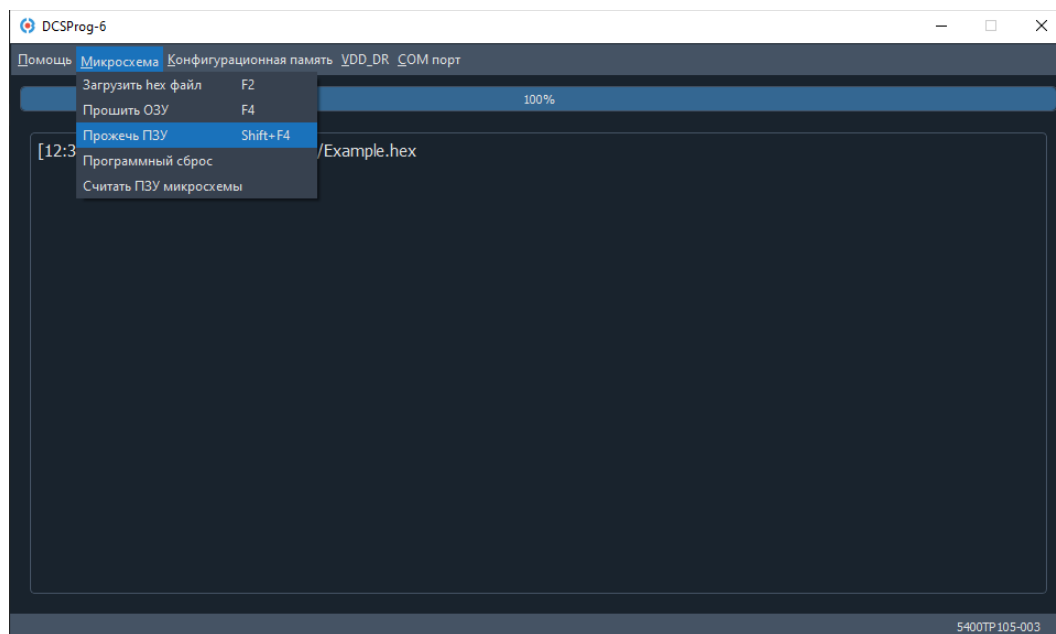

Рисунок 48. Программирование микросхемы в режим «HARD»
2. Выполнить «Микросхема» → «Прожечь ПЗУ». В открывшемся окне подтвердить программирование микросхемы – кнопка «Yes» (Рисунок 48);